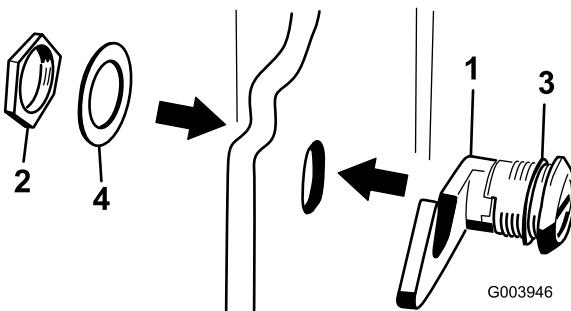

Figura 17
- Togliete il dado dal gruppo fermo del cofano (Figura 17).
- Dall'esterno del cofano, inserite il lato gancio del fermo attraverso il foro presente nel cofano. La rondella elastica di tenuta deve rimanere all'esterno del cofano (Figura 17).